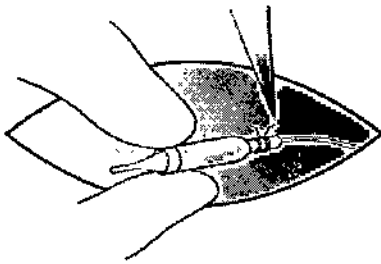

Figura 3. Corte la ligadura distal del extremo del electrodo de la funda del Conector
3. Corte la ligadura distal del extremo del electrodo de la funda del conector (Figura 3).